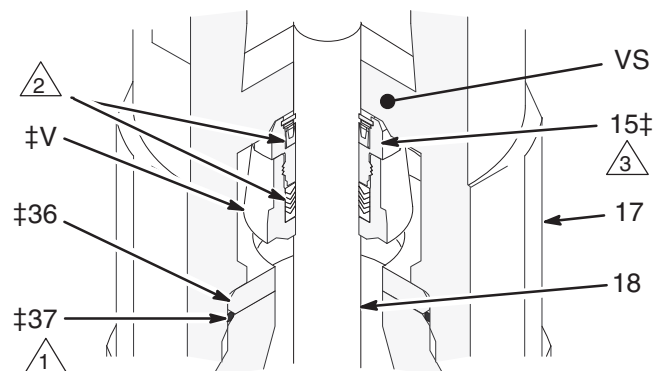

Fig. 5
6. Dévisser le carter d'admission (17) du cylindre (10). Retirer le carter de la pompe. L'ensemble du clapet anti-retour (V, voir Fig. 5) devrait coulisser le long de la tige du piston d'amorçage (18) en même temps que l'on retire le carter. S'il ne glisse pas facilement, frapper fermement sur le dessus du carter (17) avec un maillet en caoutchouc pour le dégager.
7. Sortir le siège d'aspiration (36) et le joint (37) du fond du carter d'admission (17). Veiller à ne pas laisser tomber le clapet anti-retour (V) au moment où il est dégagé. Voir Fig. 5.
1. Faire glisser le carter d'admission (17) sur la tige du piston d'amorçage (18) en s'assurant que la surface lisse de butée de la soupape (VS) est orientée vers le bas vers l'admission de la pompe. Visser le carter (17) sur le cylindre (10). Voir Fig. 5 et 6.
2. Lubrifier la tige du piston d'amorçage (18), puis faire coulisser la soupape d'admission préassemblée (V‡) sur la tige en veillant à ce que l'écrou de presse-étoupe (15‡) soit engagé en premier sur la tige. Poussez la soupape sur la tige vers le haut aussi loin que possible. Frapper avec un maillet en caoutchouc sur la tige du piston d'amorçage (18) pour pousser la soupape en butée (VS). Voir Fig. 5 et 6.
3. Le siège d'admission (36‡) est réversible. L'enfoncer dans le carter (17) jusqu'à installation correcte. Lubrifier le joint (37‡) et le mettre en place dans la partie chanfreinée dans le bas du siège. Voir la Fig. 5.
- △3 Clapet anti-retour d'aspiration (voir Fig. 5).